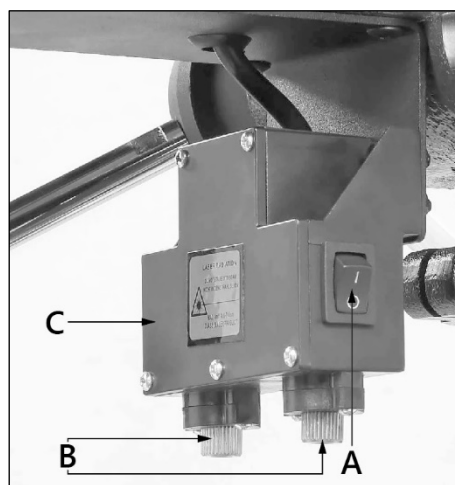

Рисунок 16.
Для точности сверления, станок оборудован блоком лазерного указателя (C) (рис. 16). Для его регулировки, закрепите заготовку на рабочий стол с помощью струбцины. Сделайте метку, опустив сверлильный патрон со сверлом до заготовки.